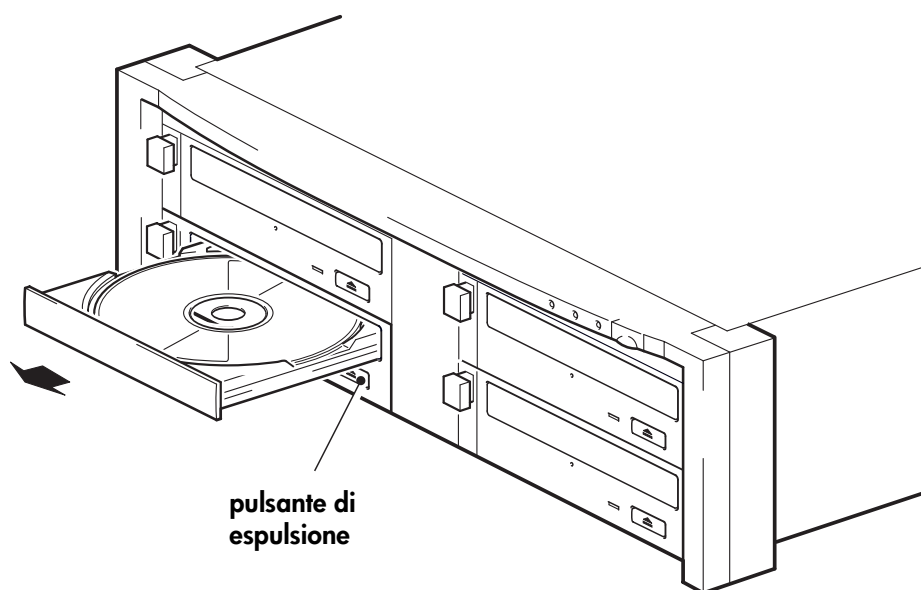

Figura 4b: espulsione del disco
- 2 Premere il pulsante di espulsione, come illustrato in figura 4b. Il vassoio di caricamento del disco fuoriesce dall'unità (l'operazione può richiedere alcuni secondi).